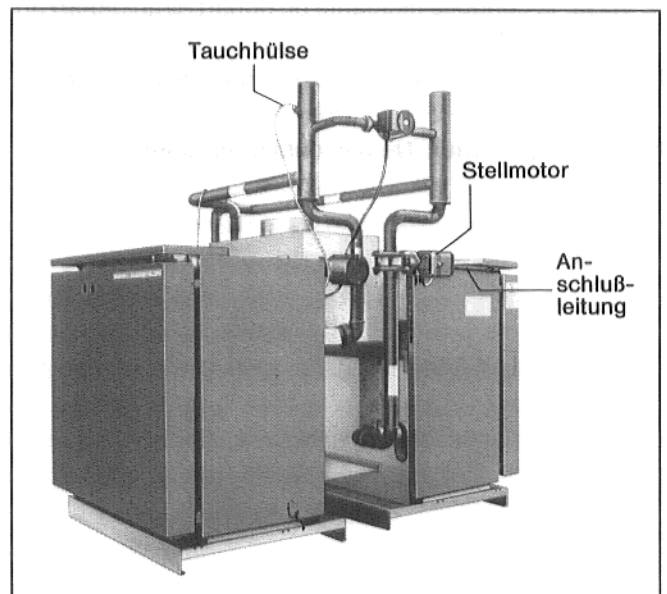

Abb. 6
12. Tauchhülse ⑥ in Vorlaufsammler eindichten (Abb. 6).
14. Fühler gemeinsam mit Blindstücken in Tauchhülse ⑥ einführen. Fühlersicherung auf den Tauchhülsekopf drücken.
16. Anschlußleitung vom Stellmotor des Motorventils mit Klebeschellen auf der Seiten- und Zwischenwand zum Regelgerät HS 3207 bzw. HS 3321 (Kesselblock 2) führen (Abb. 6).